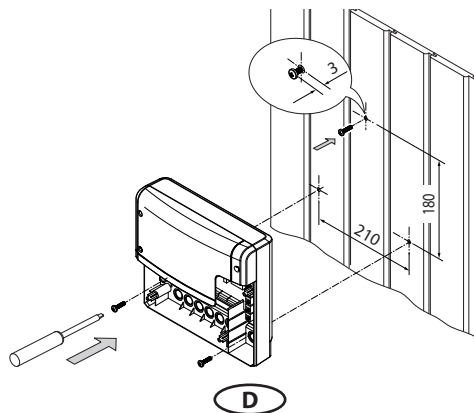

Abb. 2
Die Bohrungen für die mitgelieferten Holzschrauben 4 x 25 mm werden entsprechend den in Abb. 2 angegebenen Maßen angebracht.
2. In das obere mittlere Loch drehen Sie eine der Holzschrauben. An dieser Schraube wird das Leistungsteil eingehängt. Lassen Sie zu diesem Zweck die Schraube ca. 3 mm herausstehen (Detail in Abb. 2).